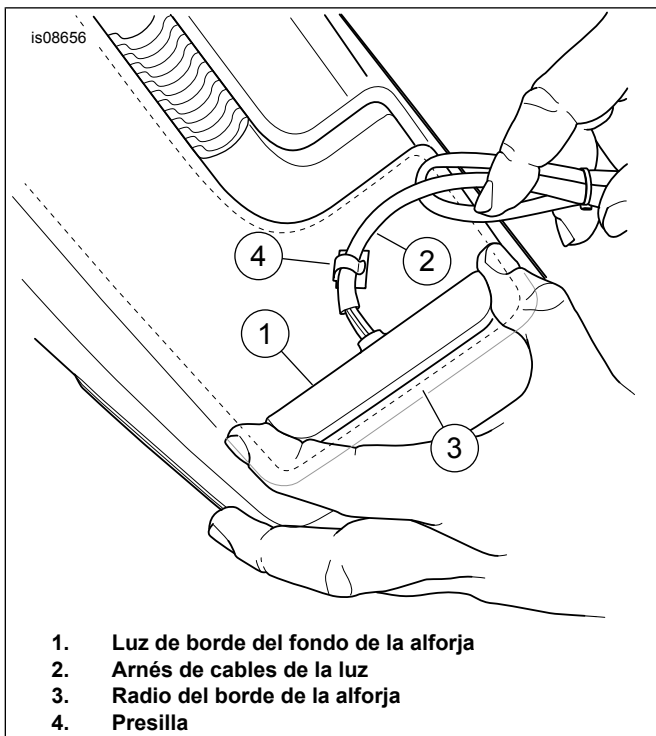

Figura 1. Instalación de la luz de borde del fondo de la alforja
5. Vea la Figura 1. Con la cinta del papel adhesivo aún en su lugar, pruebe el ajuste de una luz del borde:
- a. Alinee la luz del borde del fondo de la alforja (1) con el borde del radio (3) en el fondo de la alforja.
10. Vea la Figura 1. Asegure el arnés de cableado (2) cerca de la luz del borde con una presilla de retención (4).